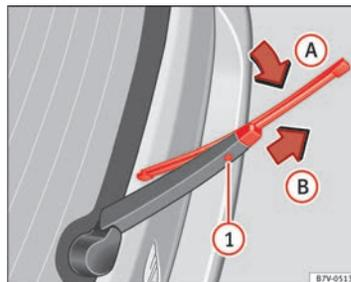

Fig. 112 Cambio de la escobilla de la luneta.
- Levante el brazo del limpiaparabrisas y abátalo un ángulo aprox. de 60° ⇒ fig. 112.
- Mantenga pulsada la tecla de desbloqueo ①.
- Abata la escobilla en la dirección del brazo del limpiaparabrisas ⇒ fig. 112 (flecha ④) y tire al mismo tiempo en el sentido que indica la flecha ⑤. Es probable que tenga que emplear mucha fuerza.
- Inserte en el brazo del limpiaparabrisas una escobilla nueva **de la misma longitud y tipo**, en sentido contrario a la flecha ⑥ hasta que encastre. Para ello, la escobilla debe estar en posición recogida (flecha ④).